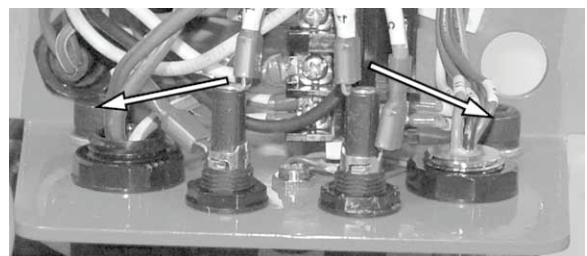

Figura 29.
6. Vedere la Figura 29. Non danneggiare i conduttori elettrici. Rimuovere i due bulloni della staffa elettrica.